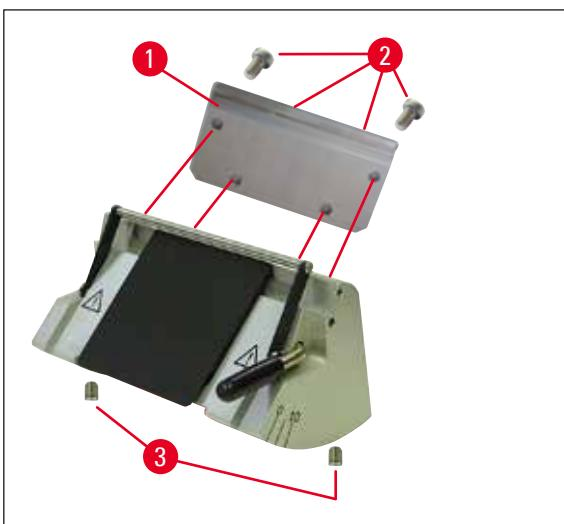
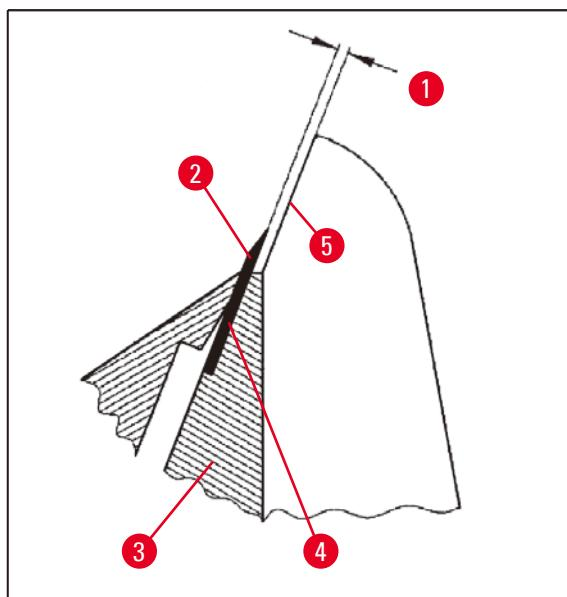

図 34
図35
- ・取り付ける際には、プレッシャープレート(→図40-4)上端が背面プレッシャープレート(→図40-2)と平行で同じ高さになるように注意してください（36ページの(→44ページ - 図34)、(→45ページ - 図35)）。必要に応じてプレッシャープレートの調整を行います(→48ページ - 5.9.10 アクセサリー一覧)